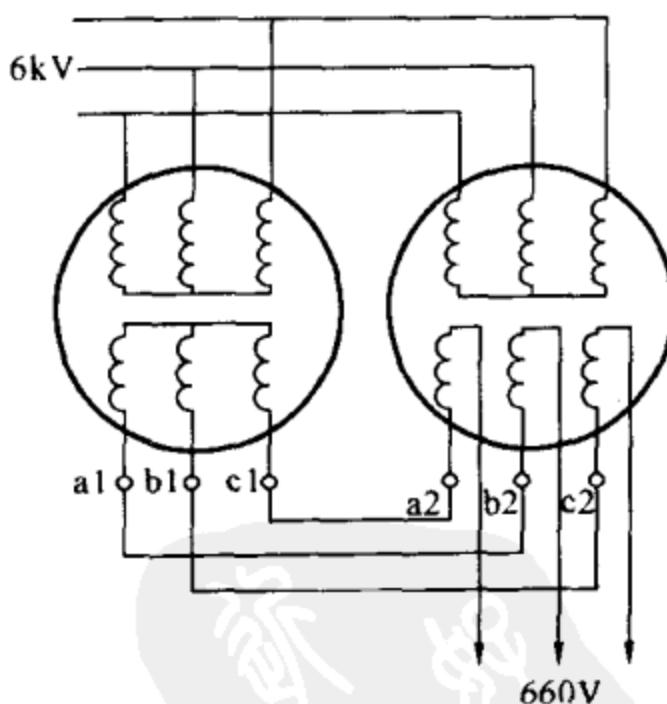

图 4-5 两台变压器曲折 Z 形接法示意图
(2) 两台变压器曲折 Z 形接法：两台二次绕组是 380V Y 形接线的等容量或不等容量变压器，将它们的一次侧并联，二次侧采用 Z 形接法，就可改为二次侧输出电压为 660V 的变压器，其接线如图 4-5 所示。改接线方法为：拆开一台变压器低压绕组中性点，将三相绕组的首端及尾端 6 个端头全部接出。在低压出线上增加三个出线套管。在改制低压侧出